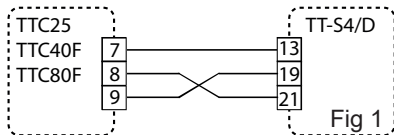

Fig 1
- Bild 1: Anschluss eines TTC25/TTC40F/TTC80F, wird das System von einem an einen TTC25/TTC40F/TTC80F angeschlossenen Fühler geregelt.